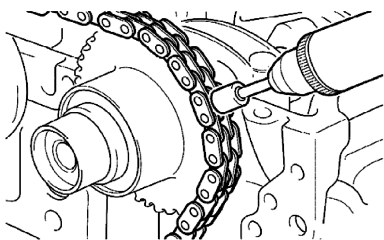

图 10-10 研磨正时链销
5) 用干净的软布盖住链壳, 用研磨机磨削掉进气凸轮轴链轮处的正时链销, 如图 10-10 所示。